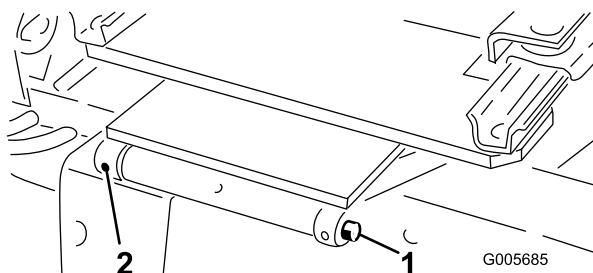

Figure 9
- Montez le siège et son support sur le support de pivot avec l'axe de pivot et la goupille cylindrique (Figure 9).
5. Montez le siège et son support sur le support de pivot avec l'axe de pivot et la goupille cylindrique (Figure 9).